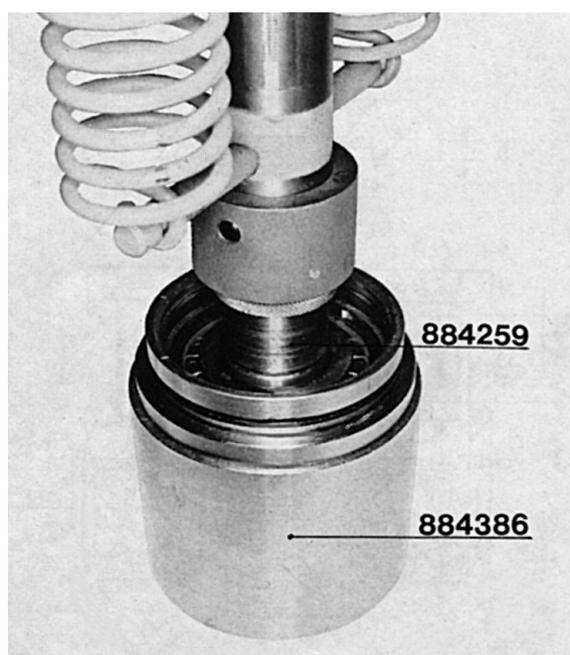

Fig. 6.
9. Enlever la rondelle de butée (18) de la boîte à double roulement.
REMARQUE : Noter les cales. Enlever ensuite le circlips (17). Démontez le joint d'étanchéité (16), lequel doit toujours être remplacé par un joint neuf. Extraire le pignon de commande (11) en se servant des outils 884386 et 884259, voir figure 6.